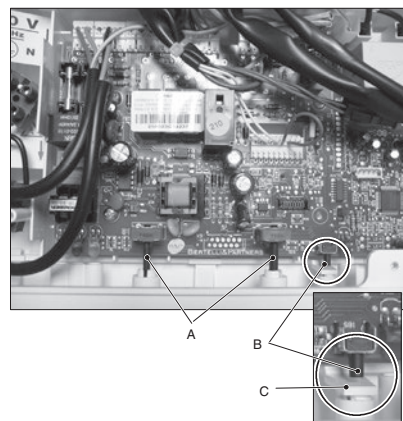

Рис. 4
- 8 Установите соединительные перемычки **A** (Рис. 4) между регулятором и потенциометром. Плотнo вдавливать перемычку в регулятор не нужно.
- 9 В процессе крепления схемы контроля винтами убедитесь, что кнопка сброса котла **B** находится в контакте с кнопкой на передней панели управления **C** (Рис. 4).